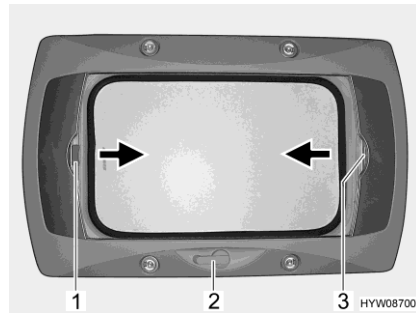

Bild 48 Vevmanövrerad taklucka
- Vrid på handveven (Bild 48,2) tills ett motstånd känns.
- Drag i plisségardinens handtag (Bild 48,3) i pilens riktning och släpp i önskad position. Plisségardinen stannar i denna position.
- Drag, med handtaget (Bild 48,1), insektsnätet till plisségardinens handtag (Bild 48,3) på den motsatta sidan, där det hakas i.
- Tryck insektsnätets handtag (Bild 48,1) bakåt, uppåt och haka av insektsnätet från plisségardinen (Bild 48,3).